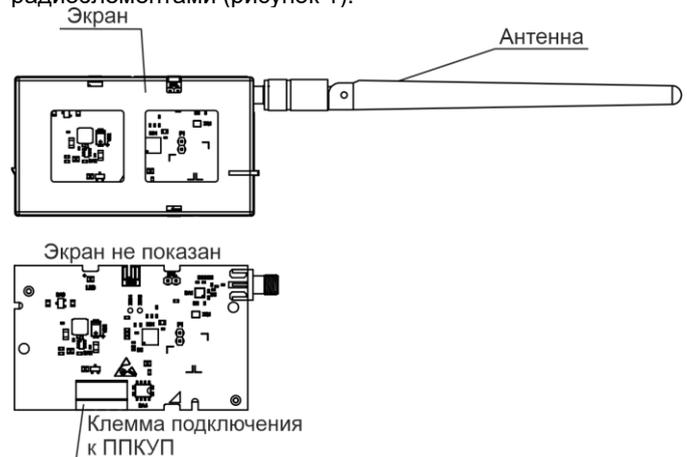

Рисунок 1
Настоящий паспорт предназначен для изучения принципа работы, правильного использования, хранения и технического обслуживания модуля радиорасширителя адресного «Астра-Прайм-8452-06» (рисунок 1).
4.1 Конструктивно модуль состоит из печатной платы с радиоэлементами (рисунок 1).